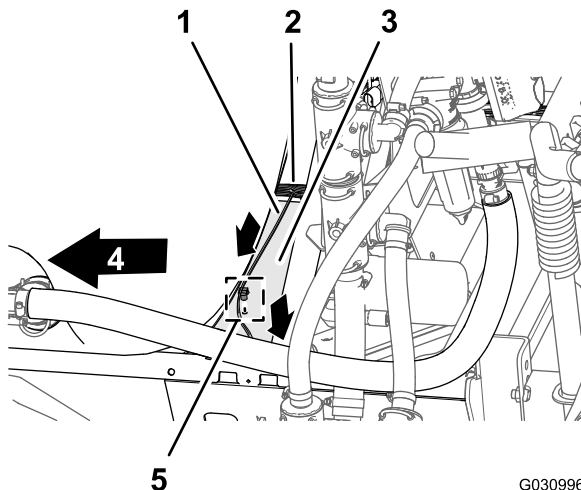

Figure 100
1. Acheminez la branche de 86 cm (34 po) du faisceau pour le solénoïde de la pompe de pulvérisation en travers du sommet du profilé du cadre du pulvérisateur et vers le bas en direction du solénoïde de la pompe (Figure 100).
2. Insérez la fixation enfichable de la branche de 86 cm (34 po) dans le trou du profilé du cadre du pulvérisateur (Figure 100).